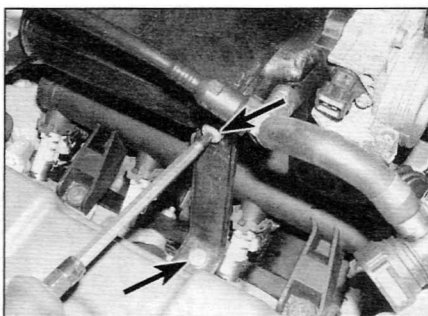

Рис. 13.5. Выверните винты (отмечены стрелками) и снимите кронштейн троса акселератора (модели с двигателем 1.4 л)
- 5 Выверните винты и снимите кронштейн троса акселератора с коллектора/головки цилиндров (рис. 13.5).